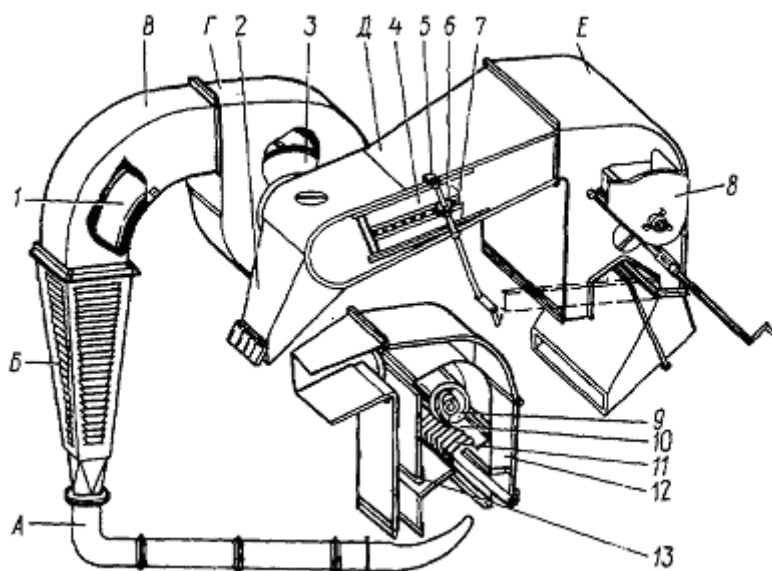

Рис. 7 Часть воздушная
4.4. Приемная камера (Е, рис. 7) образована пространством между двумя вертикальными воздушными каналами 12 и 13.
4.5. Воздушная часть машины (рис. 7) состоит из вертикальных воздушных каналов, рассмотренных в п. 4.4, воздуховода Д с отстойной камерой 2, вентилятора Г, переходника В, инерционного пылеотделителя Б, пневмотранспортера А.